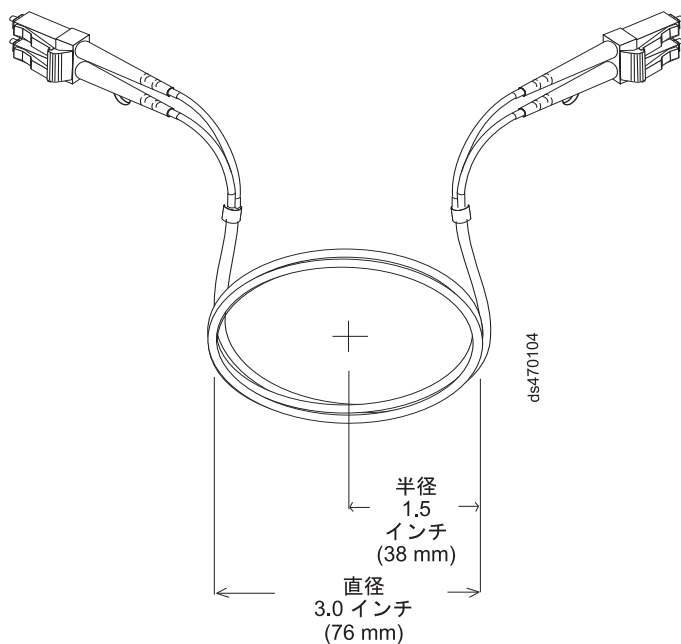

図 31. 光ファイバー・ケーブルの曲げおよびループに関する推奨仕様
- ・余分な、または未使用の光ファイバー・ケーブルを保管するときは、ケーブルを直径 76 mm (3 インチ) 未満または半径 38 mm (1.5 インチ) 未満に曲げないでください。また、ケーブルを折り返さないでください。58 ページの図 31 を参照してください。